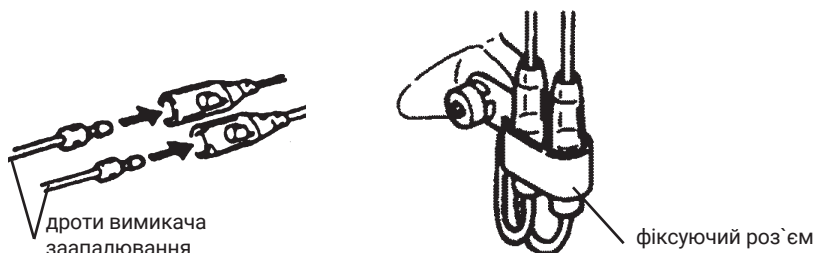

Рисунок 10. Схема під'єднання дротів вимикача запалювання.
5.1.2.2 Вимикач запалювання має бути виробником під'єднаний проводом до системи запалювання двигуна. Перевірити роз'єми (рис. 10) на наявність стику.